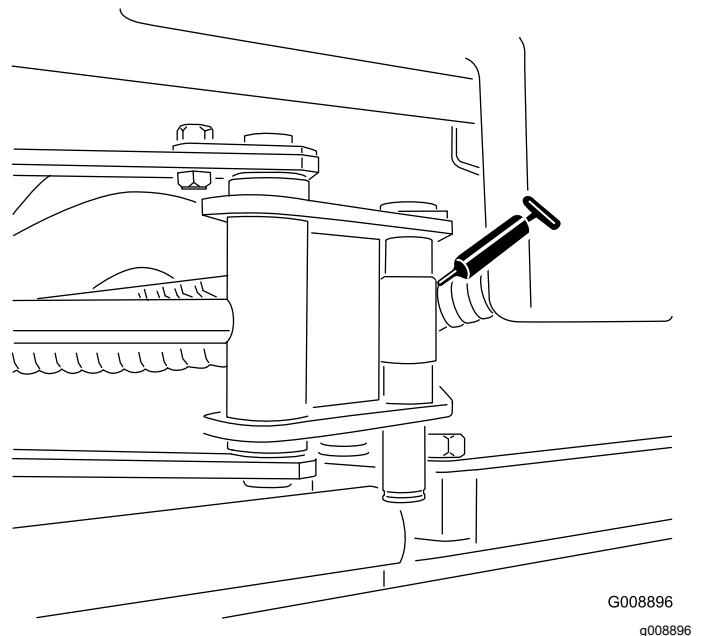

Figura 33
- 2 estremità dei cilindri del Sidewinder (Figura 33)